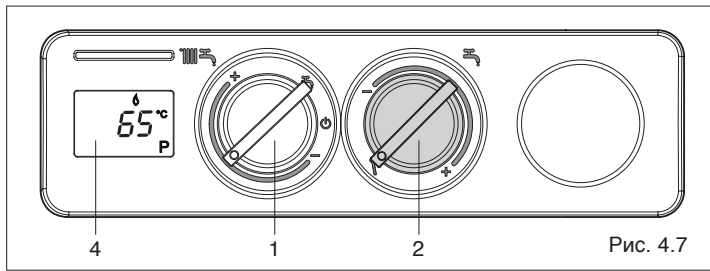

Рис. 4.7
- **Режим газоанализа:** при повороте ручки регулирования температуры горячей воды (2, Рис. 4.7) на символ  $\nabla$  активируется функция газоанализа, на дисплее (4, Рис. 4.7) загорится символ **P**. При повороте переключателя режимов работы (1, Рис. 4.7) на максимум (конец шкалы – символ +), горелка перейдёт на максимальную мощность, включится циркуляционный насос системы отопления, а котёл (если он был погашен) разожжётся и будет работать 10 минут. При работе котла в этом режиме остаются активными устройства защиты и, если максимальная температура будет достигнута прежде, чем истекут 10 минут, котёл начнёт плавно изменять мощность в сторону её понижения. При повороте переключателя режимов работы на минимум (конец шкалы – символ -), горелка перейдёт на минимальную мощность. По истечении заданного времени система выключится. Для того чтобы возобновить нормальную работу, или прервать данную функцию, снова установите ручку (2, Рис. 4.7) на нужное значение температуры.